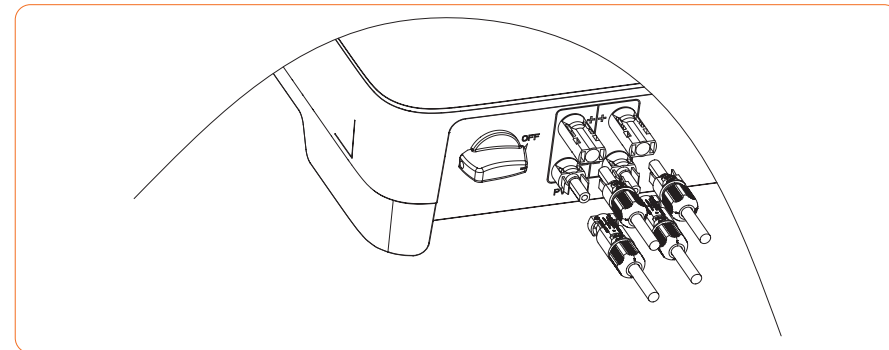

Abbildung 4-18
③ Demontieren Sie den Stecker im Zubehörbeutel, wie in Abbildung 4-18 dargestellt:
② Verwenden Sie ein Multimeter, um die Spannung des DC-Eingangsstrangs zu messen, überprüfen Sie die Polarität des DC-Eingangskabels und stellen Sie sicher, dass jede Strangspannung innerhalb von 600 V liegt.
3. Stecken Sie den positiven und den negativen Stecker jeweils in die DC-Eingangsklemmen des Wechselrichters, und ein "Klick" -Geräusch zeigt an, dass die Baugruppe richtig sitzt (siehe Abbildung 4-18):